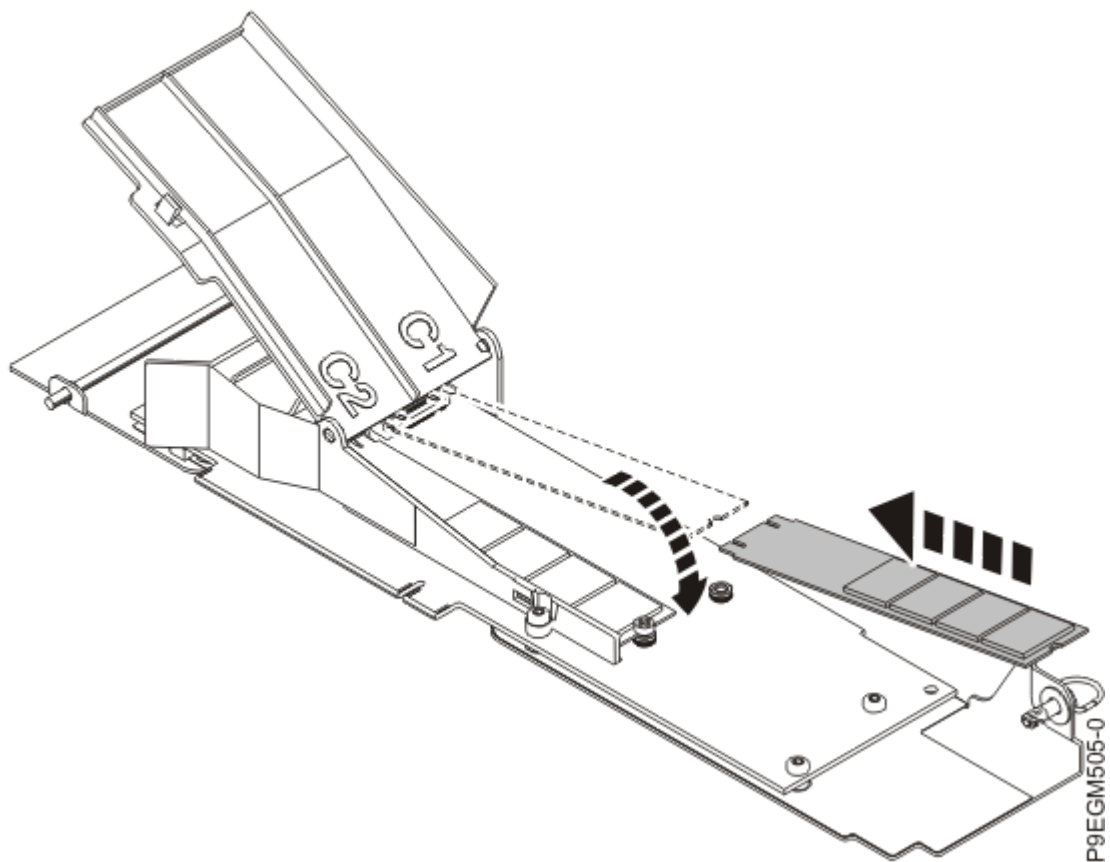

Abbildung 20. NVMe M.2-Flashmodul installieren
2. Schieben Sie eines der neuen NVMe M.2-Flashmodule in den Stecksocket der NVMe M.2-Trägerkarte. Siehe Abbildung 20 auf Seite 26.